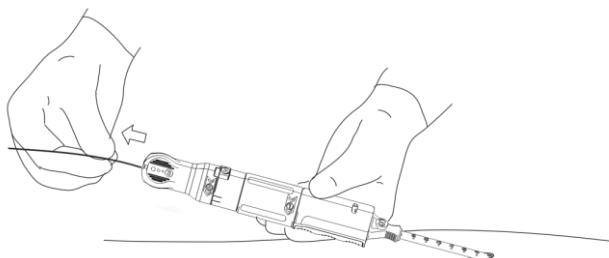

Figura 14. Rimozione del filo guida
- a. Individuare l'indicatore contrassegnato con il numero '3' e rimuovere completamente il filo guida dal dispositivo di chiusura PerQseal+ e dal paziente. La rimozione del filo guida può essere eseguita da un assistente. Figura 14.